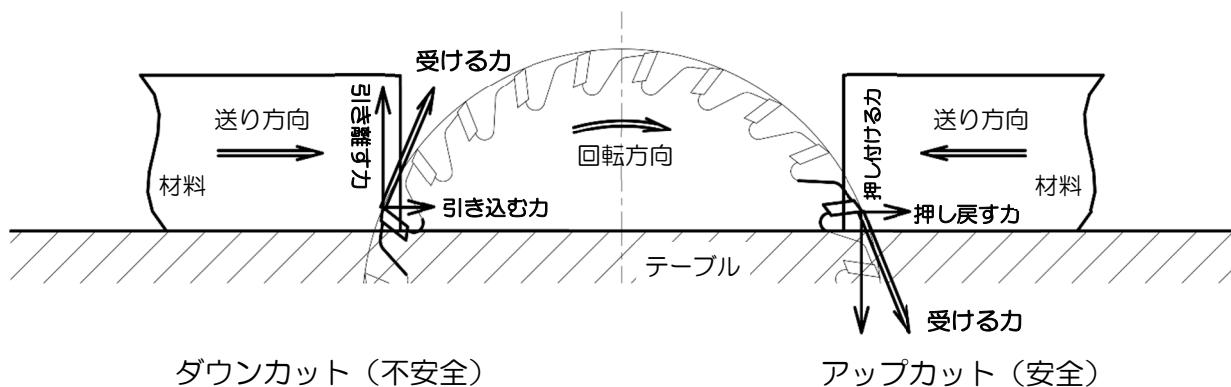

図1 アップカットとダウンカット（丸ノコ盤の例）
「アップカットの原則」にしたがって、材料の送り（スライド丸ノコやトリマなどでは工具の送り）を行うと、材料が刃物から受ける力によって、①材料を押し戻す力と、②材料をテーブルや定規に押し付ける力が働く（図1右側）。この2つの力が同時に働くようにすれば、材料の送り速度をコントロールすることが可能となり、また、材料や工具が安定するため、安全な加工が行える。
(1) アップカット（図1右側）
(2) ダウンカット（図1左側）